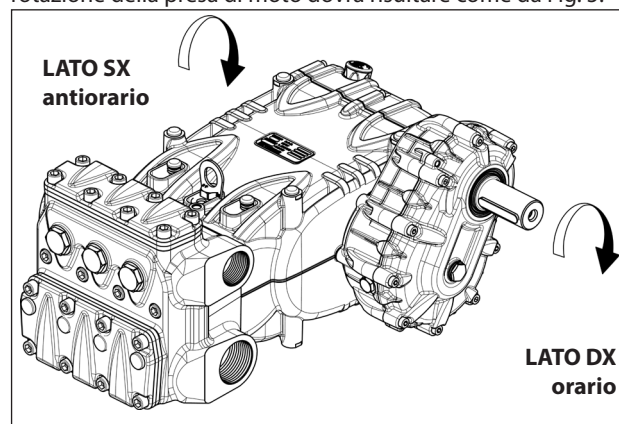

Fig. 5
Posizionandosi di fronte alla testata pompa il senso di rotazione della presa di moto dovrà risultare come da Fig. 5.
N.B. La versione riportata in Fig. 5 è Dx.